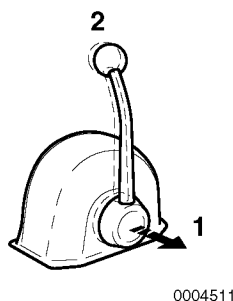

Figure 20
Quando si tira la leva (**Figure 20, (1)**), la velocità del motore può essere controllata senza innestare la frizione. La frizione rimane in FOLLE, in posizione senza carico. Ruotare la manopola (**Figure 20, (2)**) in senso antiorario per muovere la leva, o in senso orario per bloccarla.